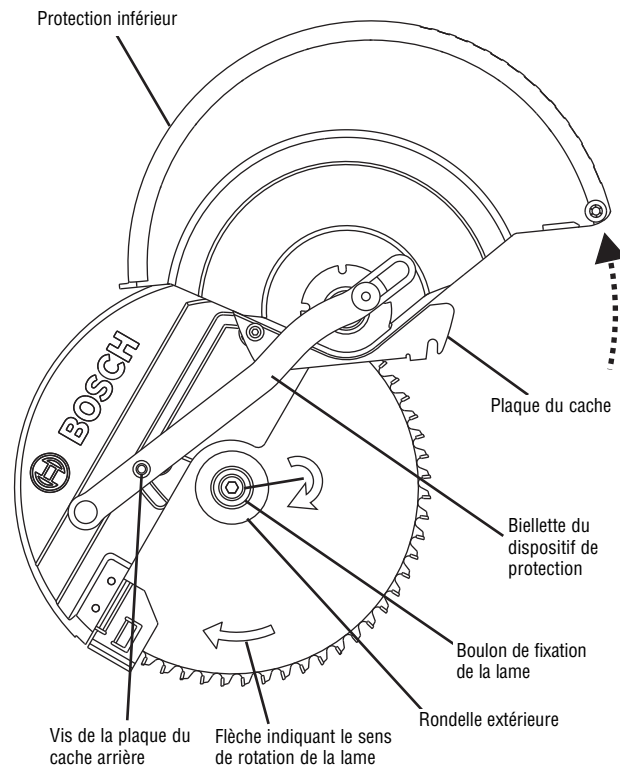

Figure 4
5. Faites glisser la plaque du cache vers le bas et détachez-la de la vis arrière. Faites tourner la plaque du cache et baissez le dispositif de protection en tournant dans le sens contraire des aiguilles d'une montre autour de la vis avant. Tout en tenant le dispositif de protection inférieur en position élevée contre le dispositif de protection supérieur, déplacez la biellette de façon que son trou rond puisse aller au-dessus de la vis arrière – puis relâchez, et l'ensemble de dispositif de protection inférieur sera maintenu à bonne distance (voir Figure 4).
2. Manipulez la lame neuve avec précaution. Assurez-vous que la flèche indiquant le sens de rotation sur la lame correspond à la flèche indiquant le sens de rotation sur le dispositif de protection inférieur. Faites glisser la lame vers le haut et entre les côtés du déflecteur de copeaux et au-dessus de la tige de l'arbre. Déplacez la lame de façon que le trou de son arbre soit autour de l'anneau de soutien de la rondelle intérieure (voir Figures 4 et 5).